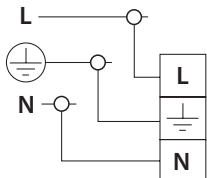

Рис. 1
- Присоедините концы подготовленного кабеля к концам L, N, (символ заземления) провода, идущего от драйвера светильника (Рис. 1). При этом место подключения должно быть загерметизировано.